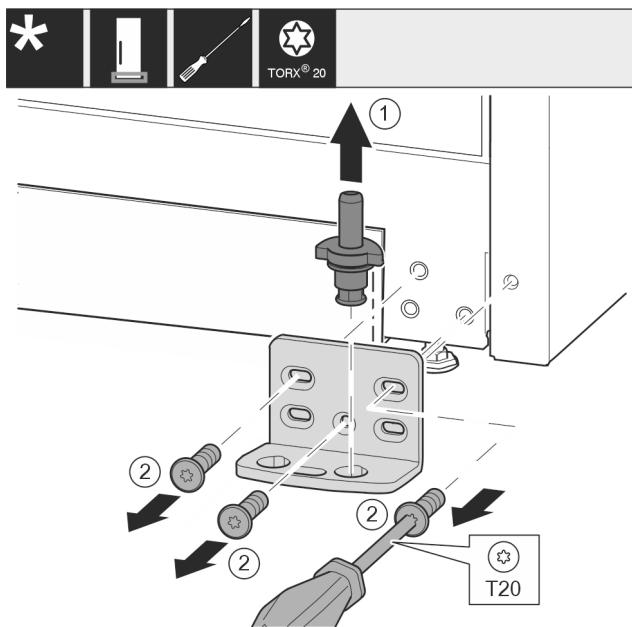

Fig. 14
- Lagerbolzen komplett nach oben herausziehen. *Fig. 14 (1)*
- Schrauben mit Schraubendreher T20 herausdrehen und Lagerbock abnehmen. *Fig. 14 (2)*